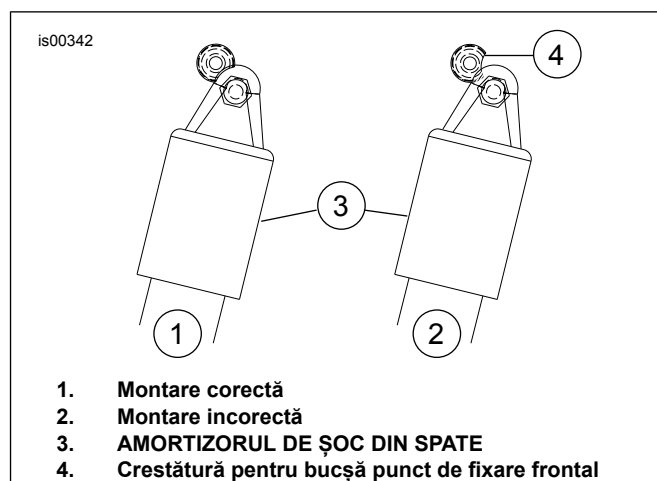

Figura 6. Poziția crestăturii punctului de fixare
- Insetați șurubul prin orificiul mai mic din consolă (K) și prin capacul de suport amortizor.
- Înfiletați șurubul în piulița de sudură din suportul amortizor (sau piulița (O) pentru modelele 1994-96).
- Consultați Figura 6 . Rotiți crestătura bucsii (4) în poziția "corectă" (1).